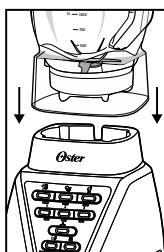

Fig. 18
- Vire o copo e coloque-o sobre a base do motor (Fig. 18).